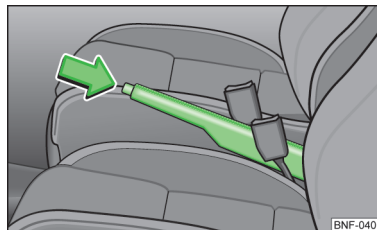

Bild 79
- Dra upp handbromsspaken och tryck **samtidigt** in spärrehuvudet » bild 79.